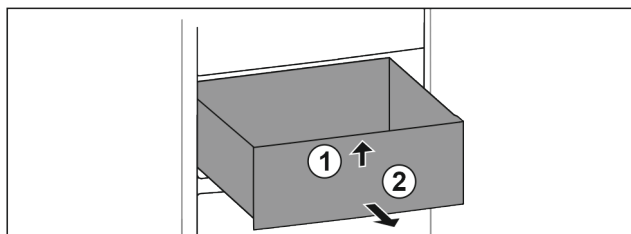

Fig. 75
- ▶ Приподнимите выдвижной ящик спереди. Fig. 75 (1)
- ▶ Извлеките выдвижной ящик движением вперед. Fig. 75 (2)